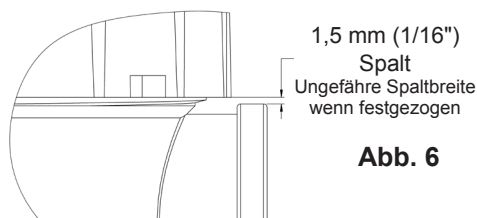

Abb. 6
5. Die Zählerkappe handfest anschrauben. Zur Prüfung der Festigkeit sollte zwischen Kappe und Rippe am Auslassanschluss ein 1,5 mm (1/16 Zoll) breiter Spalt sein. (Siehe Abb. 6).